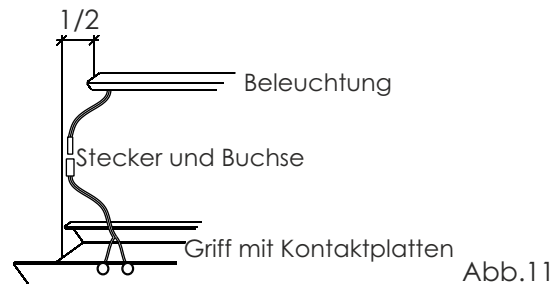

Abb.11
- Verbinden Sie den Stecker der Beleuchtung mit der Buchse der Kontaktplatten. (Abb.11)